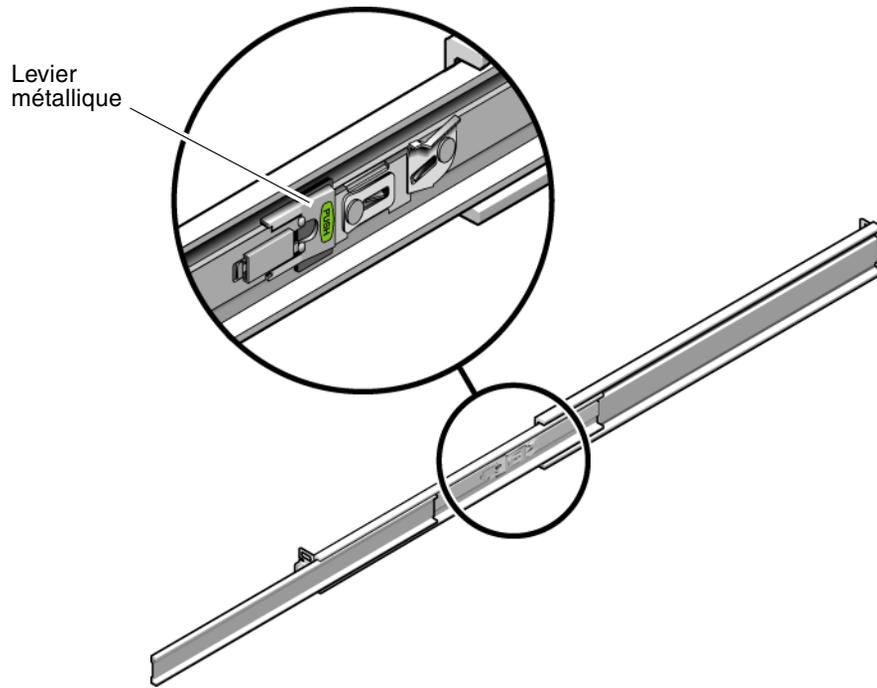

FIGURE 2-14 Déverrouillage des arrêts des leviers des rails coulissants
5. **Une fois le serveur complètement étendu, relâchez les arrêts des leviers des rails coulissants (FIGURE 2-14).**